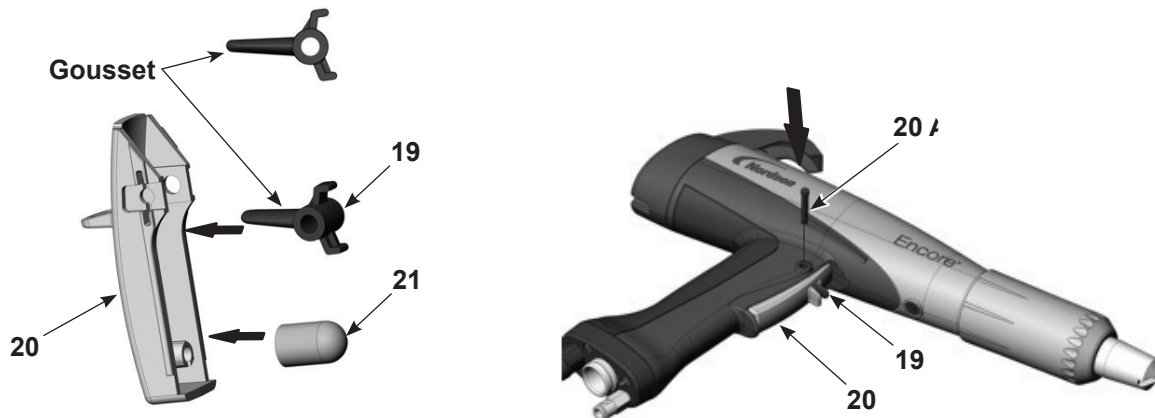

Figure 6-12 Remontage de la gâchette et de la goupille
7. Voir la Figure 6-12. Monter la gâchette de purge (20) dans la gâchette de pulvérisation (20) avec le gousset dirigé vers le haut comme illustré. **Ne pas monter la gâchette de purge à l'envers.**
8. Vérifier que l'actionneur (21) est installé sur le montant.